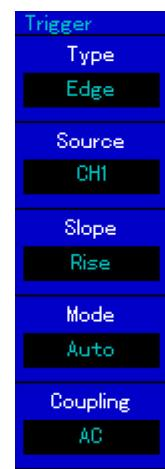

Рисунок 1-12 Меню настройки запуска
2) Нажмите кнопку [TRIG MENU] в зоне управления запуском откроите меню настройки запуска для изменения настроек (Рисунок 1-12).